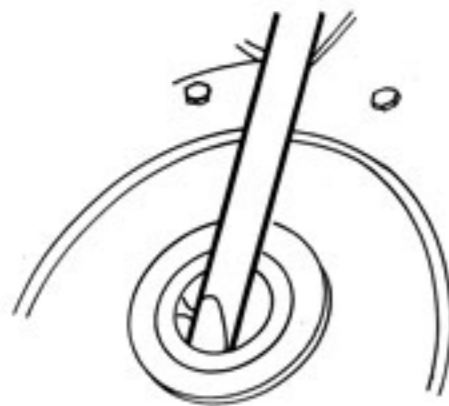

Fig. 3
- Extraire les deux coupelles pare-graisse et récupérer les billes (11 billes de \varnothing 5,5 mm par côté, Fig. 3).